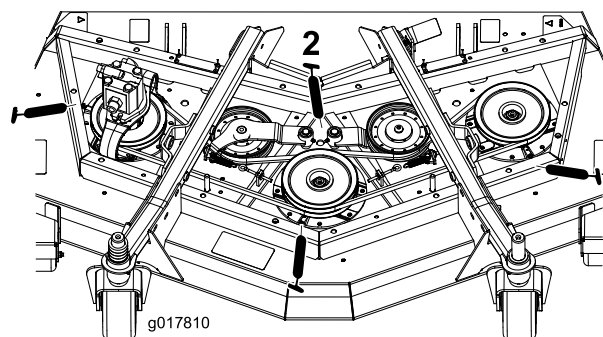

Figura 63
- Rolamentos do eixo (3) (debaixo da polia) (Figura 63)
- Casquilhos articulados do braço intermédio (2) (Figura 63)